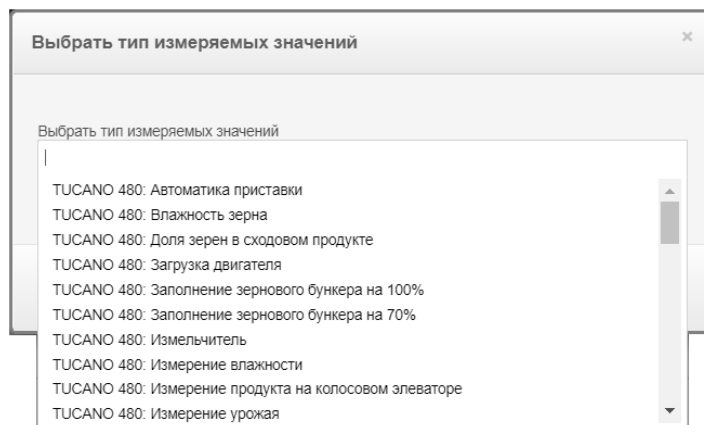

Рисунок 5.26 – Анализ производительности
15. Выберите вкладку **Анализ производительности**, указав **Выбор машины: С3600218, Выбор даты: 20.06.2019, Выберите тип измеряемых значений** поочередно разные параметры (рисунок 5.26).